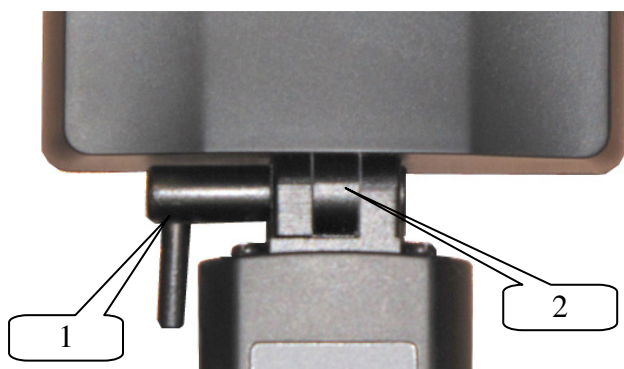

Рис. 3
4.2. Подвижное соединение приемо-передающего антенного блока с ручкой (см. 1 на рис. 3) предназначено для перевода блока в транспортное положение и фиксации положение антенны, удобного для проведения поисковых работ.
На рис.3 обозначены: 1 - ручка фиксатора подвижного соединения; 2 – подвижное соединение.